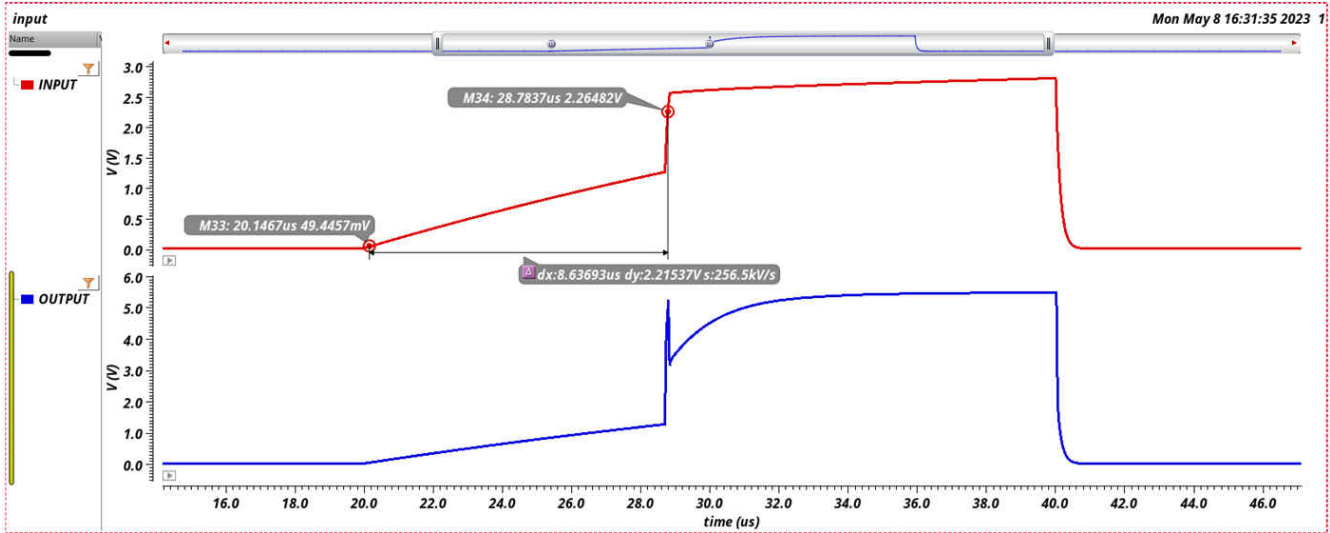

图 3-1. 2.4μs/V 时的缓慢上升和下降时间示例
- 图 3-1 显示了由于缓慢输入上升时间超出数据表建议值而导致的单稳态误触发。